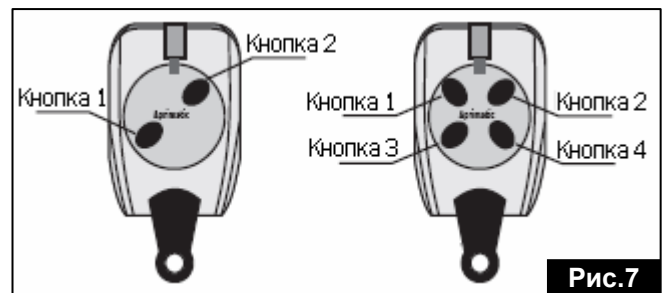

Рис.7
3. Нажмите все кнопки на первом пульте дистанционного управления (2 кнопки для TR2 или 4 кнопки для TR4, рис.7), пока не загорятся все светодиоды и не зазвучит продолжительный звуковой сигнал, информирующий о начале процедуры самообучения.